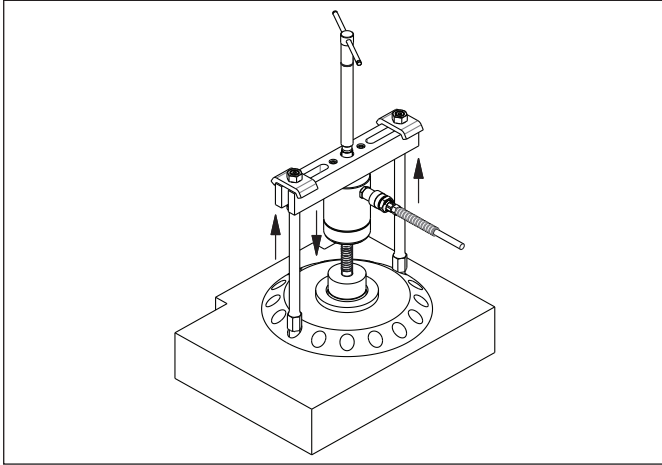

图 11， 交叉定位拔轮器（典型）
交叉定位拔轮器可单独使用，将支脚固定在需要拔出的工件上即可（请见图 11）。这种情况下，拔轮器支脚必须直接利用螺纹旋入到工件之中（请参见第 11.7 节中的螺纹规格信息）。或者，也可将交叉定位拔轮器搭配轴承拔轮器附件（请见第 7.5 节）或 轴承套拔轮器（请见第 7.6 节）使用。
- 在轴承、滑轮或其他待移除部件上安装拔轮器。对齐拔轮器支脚。参见图 11。